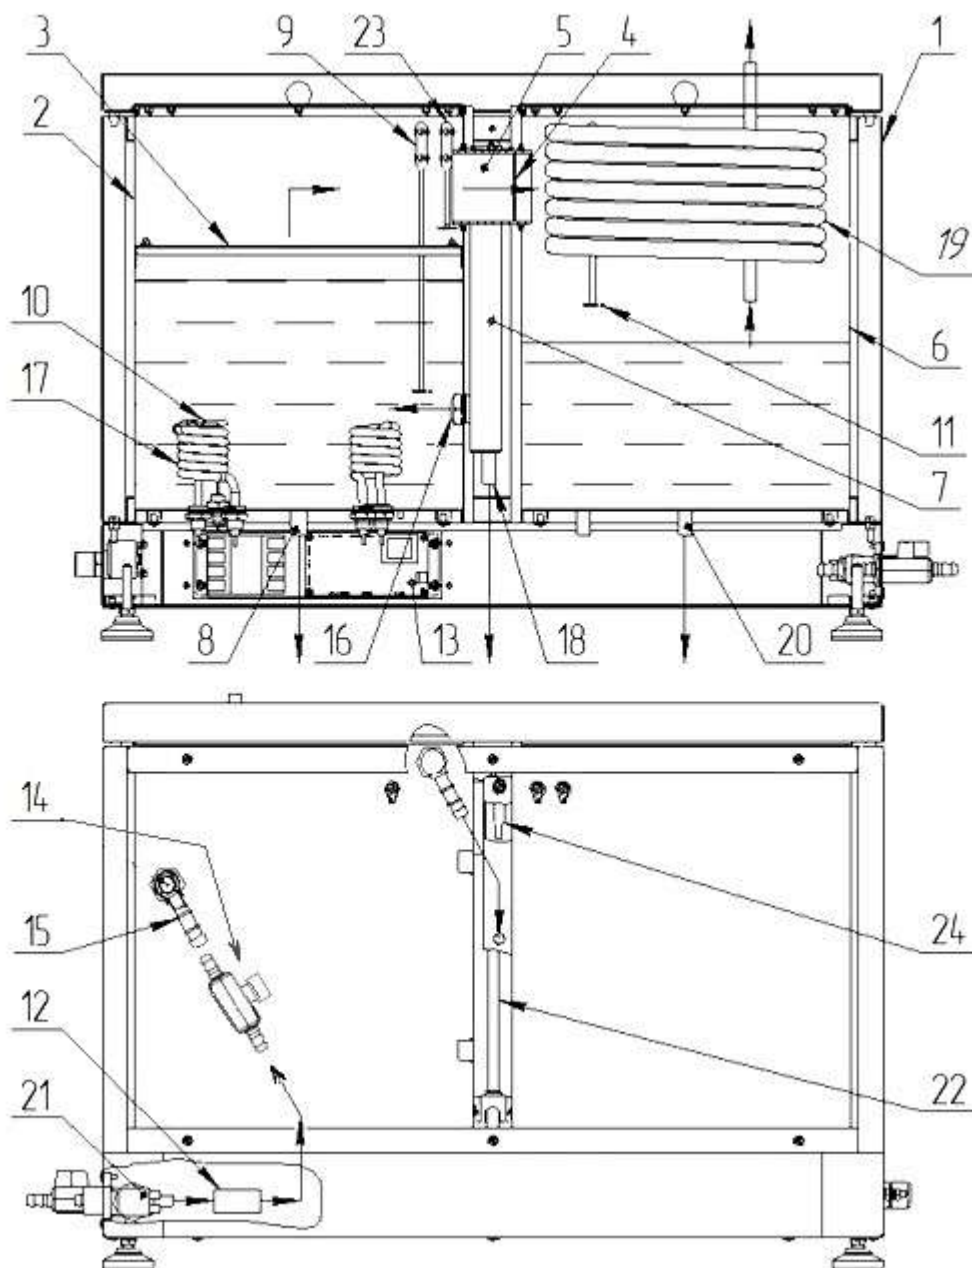
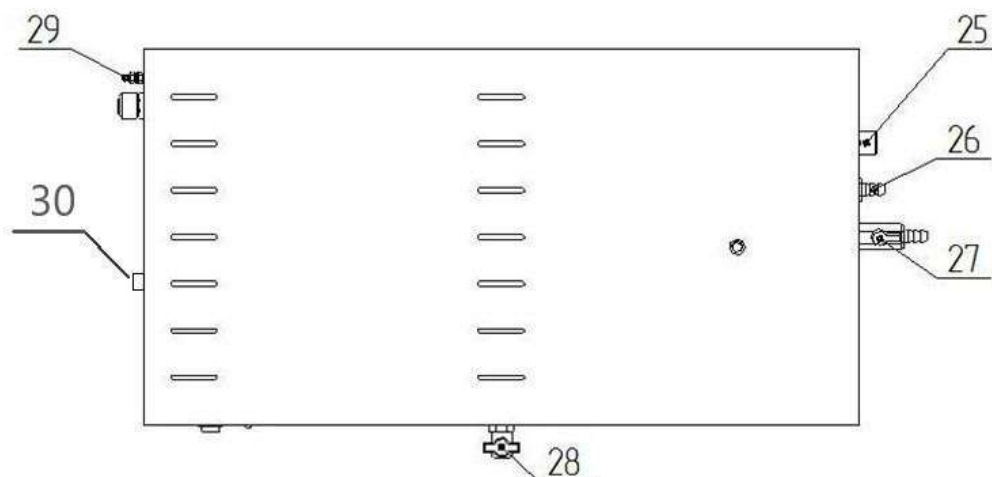

Рисунок 1. Устройство аквадистилляторов электрических Liston A 1104, Liston A 1110, Liston A 1125, где:
Рисунок 2. Схема подключения к штуцерам и клемме заземления аквадистилляторов электрических Liston A 1104, Liston A 1110, Liston A 1125, где:
Компоненты электрической схемы поз.13 (Рисунок 1) расположены в нижней части основания. На переднюю панель основания аквадистиллятора слева направо выведены сигнальные лампы с обозначениями «СЕТЬ», «ПОДАЧА ИСХОДНОЙ ВОДЫ», «ДОСТАТОЧНЫЙ УРОВЕНЬ ВОДЫ В ИСПАРИТЕЛЕ», «НАГРЕВ», «ПОЛНЫЙ НАКОПИТЕЛЬ», «АВАРИЯ».
срабатывание клапана поз.21 подачи исходной воды (Рисунок 1) - загорается сигнальная лампа «ПОДАЧА ИСХОДНОЙ ВОДЫ». Как только уровень воды в испарителе достигнет нижнего датчика контроля уровня в испарителе поз. 9, загорается сигнальная лампа «ДОСТАТОЧНЫЙ УРОВЕНЬ ВОДЫ В ИСПАРИТЕЛЕ», далее автоматика включает нагревательные элементы поз.17, при этом загорается сигнальная лампа «НАГРЕВ».
4.2.1.5. Дистиллированную воду можно получать в непрерывном режиме, не используя Сборник поз.6, отбирая дистиллят через Сливной кран поз.28 (Рисунок 2) на передней панели в другие емкости.
4.2.2.3. При достижении уровнем воды в Испарителе поз.2 (Рисунок 1) Нижнего датчика поз.9 (контакт LOW на Рисунке 3, Рисунке 4), срабатывает магнитный пускатель КМ 1.1 и подключает напряжение к электронагревателям ЕК.
4.2.2.6. При наполнении сборника дистиллята до Датчика уровня поз.11 (Рисунок 1) (контакт HIGH на Рисунке 3, Рисунке 4), автоматика отключает нагрев воды и перекрывает Входной клапан подачи воды Y1. При сливе дистиллята из накопителя автоматика вновь открывает входной клапан Y1 и включает нагрев воды.
4.2.2.7. При переливе воды в Испарителе поз.2 (Рисунок 1) или Уравнителе поз.7, уровень воды достигает верхнего датчика контроля уровня в Испарителе поз.23 и датчика контроля уровня в Уравнителе поз.24 (контакт ALARM на Рисунке 3, Рисунке 4) автоматика отключает нагреватели ЕК и входной клапан Y1, при этом загорается красная сигнальная лампа «АВАРИЯ». Для продолжения работы необходимо выключить сетевой выключатель S1 (Сеть), устранить причину перелива и включить повторно тумблер S1 (Сеть).
тра Клапана поз.25 (Рисунок 2) и для удобной регулировки и контроля давления в системе подачи воды.
6.11. Присоединить штуцер ДУ8 (для аквадистиллятора Liston A 1104) с наружной резьбой 1/2", либо ДУ12 (для аквадистилляторов Liston A 1110 и Liston A 1125) с наружной резьбой 1/2" через уплотнительную ленту к Крану поз.28 (Рисунок 2). Подсоединить силиконовую трубку к штуцеру и закрепить пластиковой стяжкой.
6.12. Присоединить штуцер ДУ8 (для аквадистиллятора Liston A 1104) с наружной резьбой 1/2", либо ДУ12 (для аквадистилляторов Liston A 1110 и Liston A 1125) с наружной резьбой 1/2" через уплотнительную ленту к Крану поз.27 (Рисунок 2)
Подключить шланги слива, один к Штуцеру 26- сливу охлаждающей воды (Рисунок 2), второй к Крану-штуцеру поз.27 - сливу отработанной воды из испарителя. Соединения шлангов со штуцерами стянуть хомутами, входящими в комплект поставки.
(ВАЖНО: Шланг слива охлаждающей воды из Штуцера поз.26 (Рисунок 2) должен располагаться под уклоном и на нем не должно быть вертикальных изгибов. Шланг не должен упираться во внутреннюю стенку сливной трубы. При необходимости можно укоротить длину шланга. Перепад высот между штуцером поз.26 и местом подключения к сливу воды должен быть не менее 0,1-0,2 м. Если не выполнить данные требования по установке слива, уровень воды в Испарителе поз.2 (Рисунок 1) и Уравнителе поз.7 может начать повышаться, а при достижении Верхнего датчика контроля уровня поз.23 или Датчика контроля уровня поз.24, автоматика выключит дистиллятор, при этом загорится красная сигнальная лампа «АВАРИЯ».)
6.14. Подключить наливной шланг к Штуцеру поз.25 (Рисунок 2)
6.16. Проверить, что нижний Датчик контроля уровня поз.9 (Рисунок 1) не касается стенок Испарителя поз.2 и Рассекателя потока пара поз.3. В противном случае электронагреватели начнут работать в отсутствие достаточного уровня воды. При этом произойдет аварийное выключение дистиллятора из-за повышения температуры электронагревателей выше 150°C.
6.17. Проверить, что Датчик уровня дистиллята поз.11 (Рисунок 1) не касается стенок Конденсатора поз.6 и Теплообменника поз.19. В противном случае автоматика будет считать что сборник наполнен дистиллятом, автоматика отключит нагрев воды и перекроет входной клапан подачи воды.
6.18. Проверить, что Датчики поз.23 (Рисунок 1) и поз.24 не касаются стенок Испарителя поз.2 и Уравнителя поз.7. В противном случае, автоматика будет считать, что произошел перелив воды и выключит дистиллятор, при этом загорится красная сигнальная лампа «АВАРИЯ».
7.3. Перед первым использованием или после технического обслуживания необходимо проверить, что нижний Датчик контроля уровня поз.9 (Рисунок 1) не касается стенок Испарителя поз.2 и Рассекателя потока пара поз.3. В противном случае электронагреватели начнут работать в отсутствие достаточного уровня воды. При этом произойдет аварийное выключение дистиллятора из-за повышения температуры электронагревателей выше 150°C.
7.4. Перед первым использованием или после технического обслуживания необходимо проверить, что Датчик уровня дистиллята поз.11 (Рисунок 1) не касается стенок Конденсатора поз.6 и Теплообменника поз.19. В противном случае автоматика будет считать, что сборник наполнен дистиллятом, отключит нагрев воды и перекроет входной клапан подачи воды.
7.5. Перед первым использованием или после технического обслуживания необходимо проверить, что Датчики поз.23 и поз.24 (Рисунок 1) не касаются стенок Испарителя поз. 2 и Уравнителя поз.7. В противном случае, автоматика будет считать, что произошел перелив воды - выключит дистиллятор, при этом загорится сигнальная лампа «АВАРИЯ».
7.6. Закрывать кран-штуцер слива воды из Испарителя поз. 27 (Рисунок 2).
7.11. Если после выхода на рабочий режим пар выходит из дистиллятора наружу, необходимо отрегулировать расход воды, идущей на охлаждение с помощью Крана ограничения расхода поз.14 (Рисунок 1). Для этого необходимо предварительно снять заднюю стенку дистиллятора, открутив 6 винтов. Оптимальным считается режим, когда температура воды на выходе из Штуцера поз.26 (Рисунок 2) равна 60-80 градусам Цельсия. Температура сливаемой воды, идущей на охлаждение, выше 80 градусов Цельсия означает, что расход ее недостаточный, при этом пар начинает выходить из дистиллятора наружу, а температура получаемой дистиллированной воды повышается.
7.17. Через 30 минут после выключения, слить воду из камеры испарения, открыв для этого Сливной кран поз.27 (Рисунок 2).